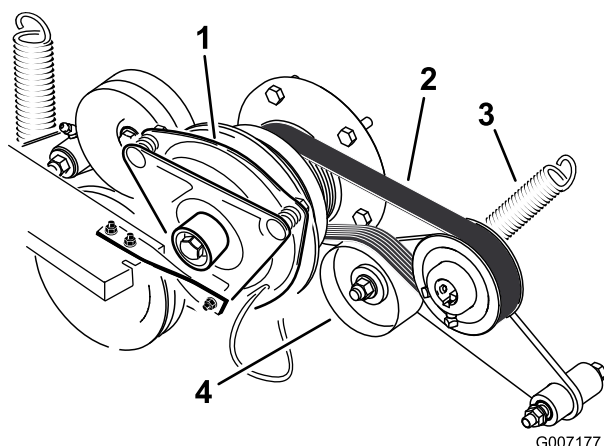

Figura 71
3. Retire el muelle del brazo de la polea tensora (Figura 71).
4. Instale la correa nueva alrededor de la polea del motor y de la bomba hidráulica (Figura 71).
6. Instale el muelle en el brazo tensor (Figura 71).